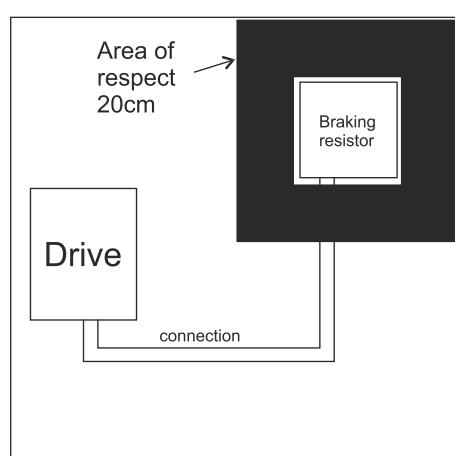

FIG. 20- Distanza tra resistenza di frenatura e altri componenti / Distance between braking resistor and other components
**Distanza verso altri componenti:** la resistenza deve essere installata in una zona del quadro isolata per permettere la diffusione del calore senza compromettere altri componenti, canaletti o cavi del quadro (FIG. 20). Anche sul retro del pannello di fissaggio e sul fronte della resistenza non devono essere presenti entro 15cm materiali infiammabili.
**Distance from the other components:** the resistor must be installed in a insulated zone of the cabinet to allow the diffusion of the heat without compromise other components, channels or cables of the cabinet (FIG. 20). On the back fastening panel and the front of resistance must not be any flammable materials within 15cm.